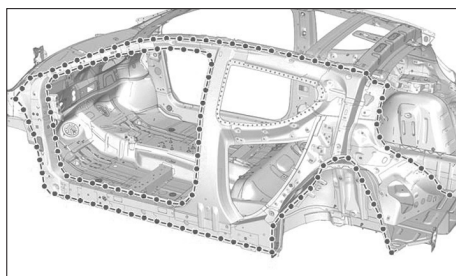

FIG. 43
- Préparer les zones d'accostage des pièces à assembler (Fig.43).